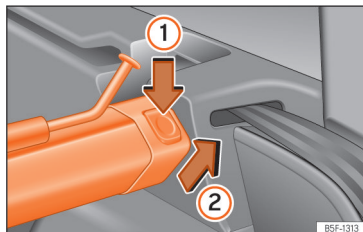

Abb. 184 Im Kofferraum: Trennwandnetz ausbauen.
- Linke oder rechte Entriegelungstaste **>>>** (Abb. 184) in Pfeilrichtung **1** drücken.
- Stützschaale in Pfeilrichtung **>>>** (Abb. 184) **2** abnehmen.
- Schale der Träger links und rechts entgegen der Pfeilrichtung **>>>** (Abb. 184) **2** drücken, bis diese einrastet. Die roten Markierungen an den Entriegelungstasten dürfen nicht mehr sichtbar sein.